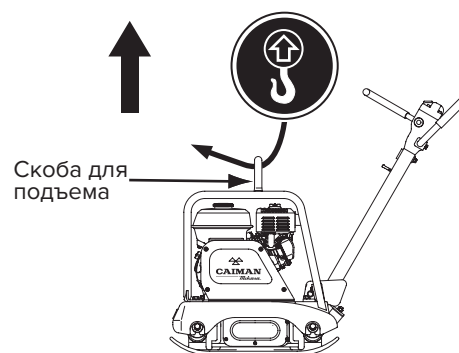

Рис. 12
3. Зацепите крюк подъемного крана за предназначенную для подъема точку на защитной раме (рис. 12).